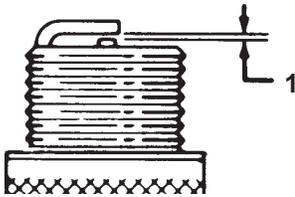

Bild 40
6. Stellen Sie den Elektrodenabstand an der Zündkerze auf 0,76 mm ein, wie in Bild 40 dargestellt.